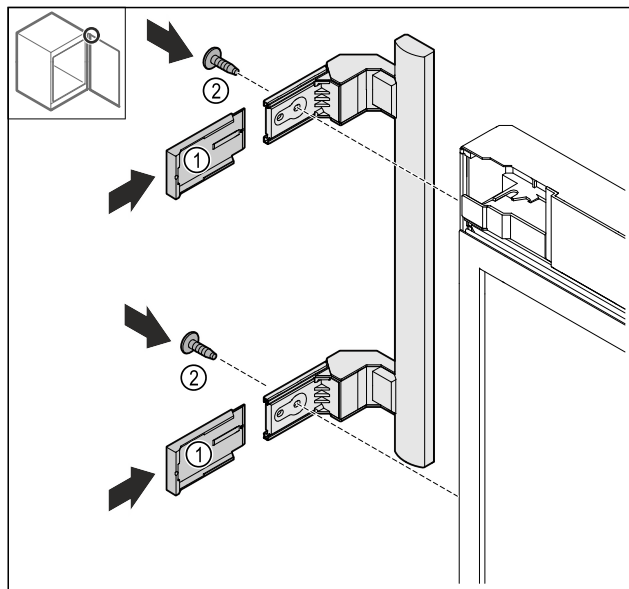

Fig. 17
- ▶ Kryty Fig. 17 (1) nasuňte.